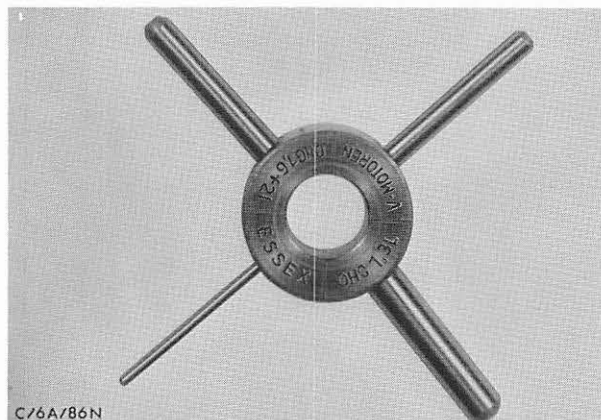

Abb. 314 Anschlaglehre – Einbauvorrichtung
7. Anschlaglehre entsprechend der Aufschrift (Motortyp) verwenden, Abb. 314.